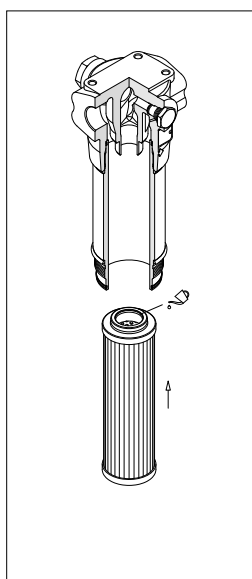

fig. 11
- (Fig. 11) Lubrificare con il fluido di lavoro l'O-ring dell'elemento filtrante, quindi calzare l'elemento filtrante sul codolo.